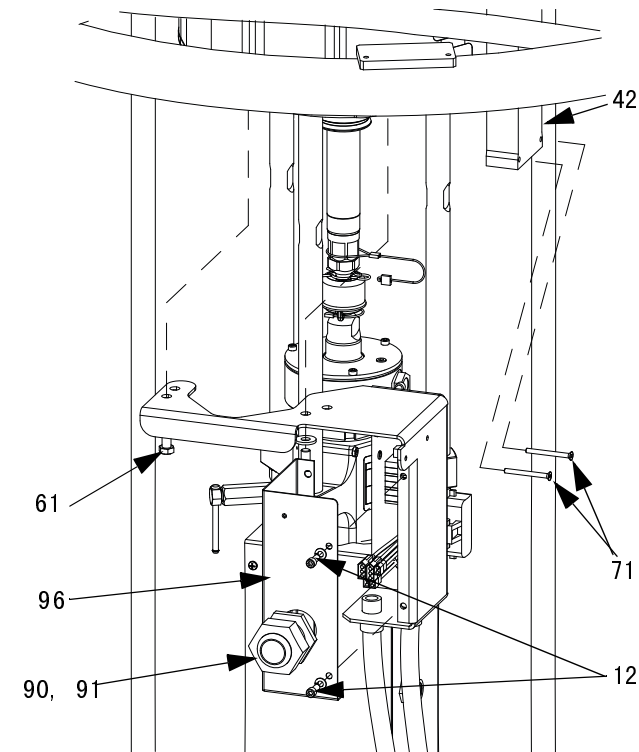

图 35 卸下 D200 和 D200s 接线盒
55 加仑的压盘 (D200 和 D200s 供给系统)：从压盘杆上卸下接线盒。使用两个螺钉 (61) 重新将接线盒装在气动马达上。请参见 图 35。